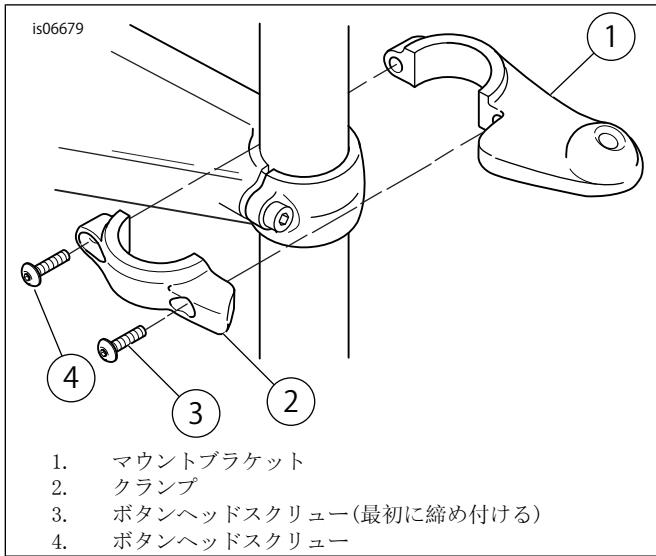

図1。マウントブラケットをフォークチューブに取り付けます (右側を示す)
- 「図1」を参照してください。マウントブラケット(1)およびクランプ(2)は左右どちらか専用です。右側または左側のブラケットおよびクランプを選択し、キットの2個のボタンヘッドスクリュー(3および4)を使ってフォークチューブに取り付けます。